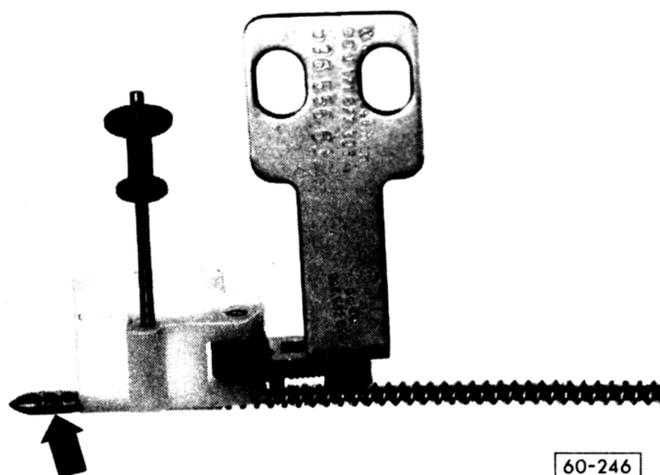

Abb. 2: Seilzug mit verplombter Führung
- Seilzüge mit Führungen werden in ultraschallverschweißter Ausführung (Abb. 1) und verplombter Ausführung (Abb. 2) als Ersatzteil unter einer Ersatzteile-Nummer (171 877 301) angeboten.